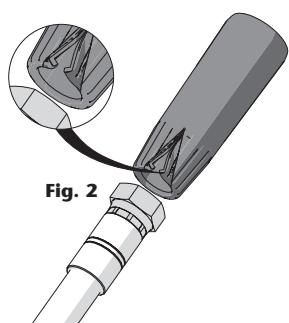

Fig. 2
- En función del tipo de terminal de la manguera puede ser necesario abrir el extremo del protector para permitir su deslizamiento por la manguera. El protector posee una ranura en su extremo que facilita su apertura (fig. 2).
- En fonction du type de tuyau de sortie, il peut être nécessaire d'ouvrir l'extrémité de la protection pour permettre son passage sur le tuyau. La protection du raccord comporte une fente à son extrémité qui facilite son ouverture (fig. 2).